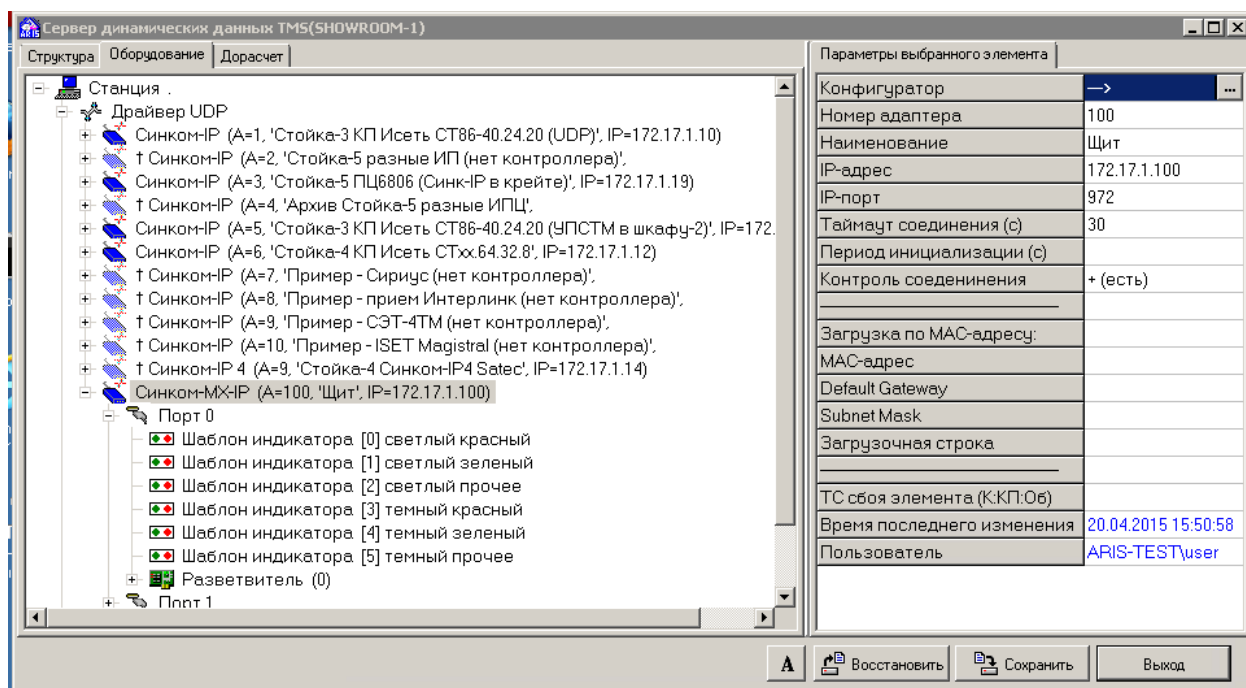

Рис. 8 Окно настройки оборудования сервера динамических данных
- В окне настройки «Оборудования» сервера динамических данных выбрать строку описания контроллера управления щитом, к которому подключен привязываемый ТС на щите (см. Рис. 8).